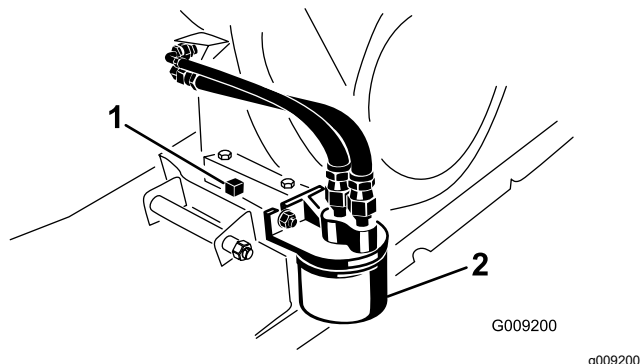

Рисунок 39
5. Установите сливной поддон емкостью 1,8 л под пробку сливного отверстия (Рисунок 39).
6. Снимите пробку сливного отверстия и уплотнение (Рисунок 39).
2. Снимите имеющийся масляный фильтр (Рисунок 39).
4. Установите новый фильтр на переходник фильтра, пока прокладка не коснется монтажной пластины, затем затяните фильтр еще на $\frac{1}{2}$ – $\frac{3}{4}$ оборота (Рисунок 39).